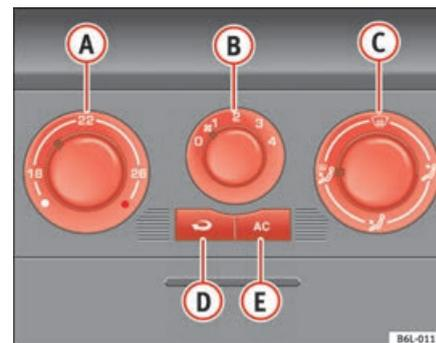

Fig. 94 Sulla plancia portastrumenti: i comandi dell'aria condizionata
- I comandi \Rightarrow fig. 94 A e C e la manopola B servono a regolare la temperatura, a selezionare il livello di potenza del ventilatore e ad indirizzare il flusso d'aria.
- Chiudere le bocchette ③.
- Aprire e orientare le bocchette ④ verso i finestrini laterali.